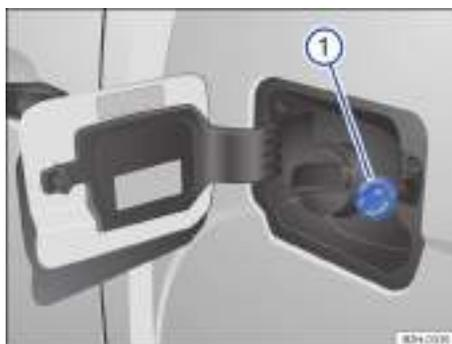
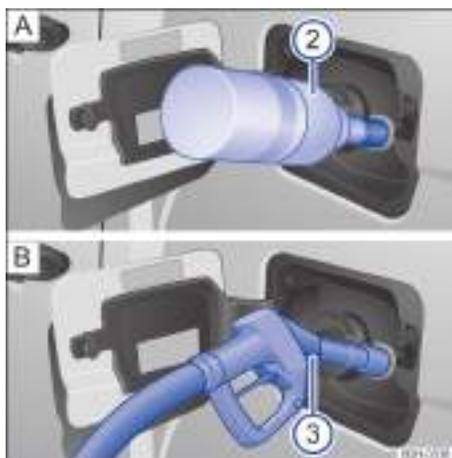

Fig. 139 Detrás de la tapa del tanque de combustible: tapón del depósito de AdBlue.
Fig. 140 Detrás de la tapa del tanque de combustible: cargar AdBlue con [A] una botella de recarga o [B] la pistola de un surtidor. ▶
Leyenda de la fig. 139 y fig. 140:
La boca de llenado de AdBlue® se encuentra detrás de la tapa del tanque de combustible, junto a la boca de llenado de este → fig. 139.
- Coloque la botella en la boca de llenado de AdBlue® y enrósquela fijamente con la mano → fig. 140 [\[A\]](#).
- El depósito de AdBlue® estará lleno cuando no salga más líquido de la botella → ①.
- Para garantizar una carga óptima, mantenga hacia abajo el asidero de la pistola del surtidor de AdBlue® → fig. 140 [\[B\]](#).
- El depósito de AdBlue® está lleno cuando la pistola del surtidor corta el suministro por primera vez → ①.